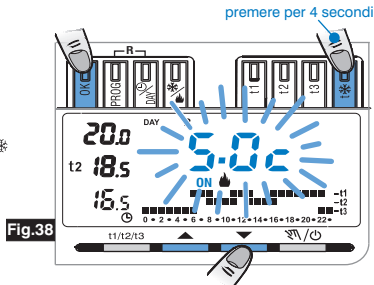

Fig.38
Per programmare questa funzione, tenere premuto il tasto **t*** sino alla comparsa sul display della scritta lampeggiante **ON 5.0c** (funzione attiva - fig.38) o **5.0c** (funzione disattivata).
- Tenere premuto il tasto **t*** fino alla comparsa della scritta lampeggiante **5.0c** o al set di temperatura antigelo impostato precedentemente (fig.38)